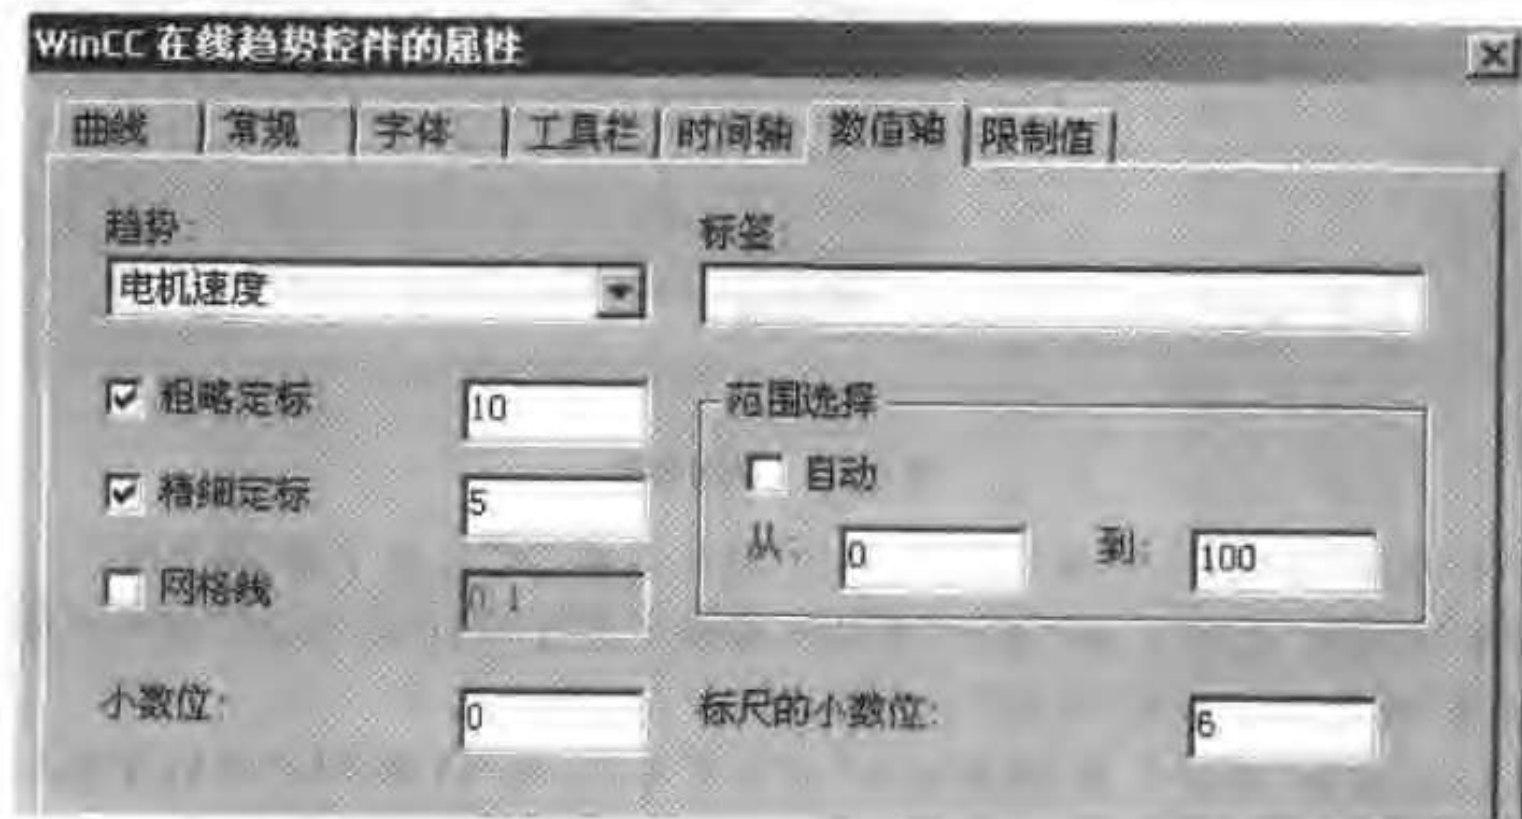

图 7-9 设置数值轴
- 选择“数值轴”选项卡,将“粗略定标”的值改为 10,将“精细定标”的值改为 5,将“小数位”的值改为 0,“范围选择”栏下的“自动”复选框为“不选”,并将值改为 0~100,如图 7-9 所示。